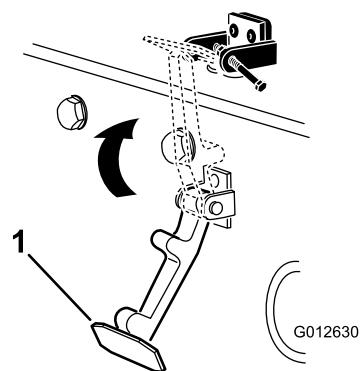

Figura 17
6. Agganciate il fermo sulla relativa staffa (Figura 17).